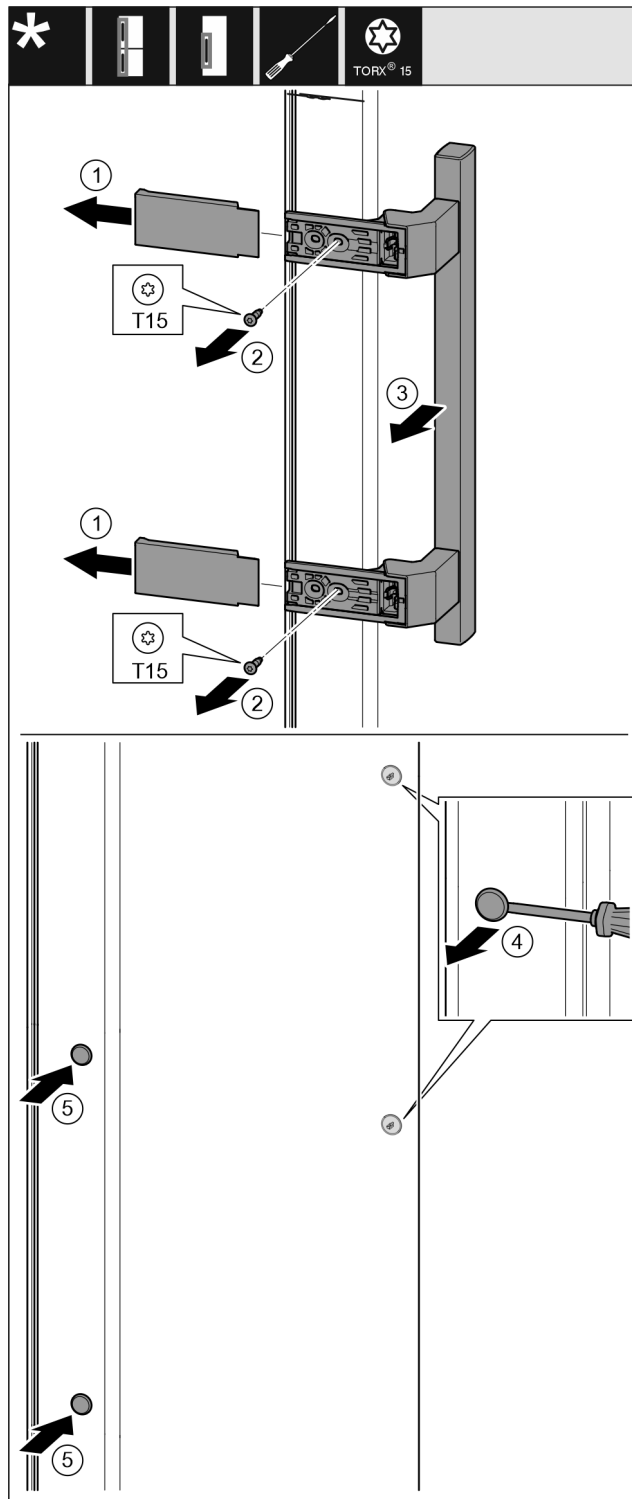

Fig. 17
- Retire la cubierta. Fig. 17 (1)
- Desenrosque los tornillos con el destornillador T15. Fig. 17 (2)
- Retire el tirador. Fig. 17 (3)
- Levante cuidadosamente el tapón lateral con un destornillador para tornillos de cabeza ranurada y extráigalo. Fig. 17 (4)
- Vuelva a colocar el tapón en el otro lado. Fig. 17 (5)